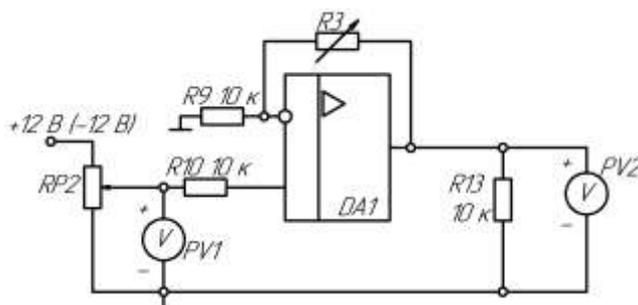

Рисунок 26 - Схема неинвертирующего усилителя
3) Собрать схему согласно рис. 26. Установить заданное значение $RP3=20K$.